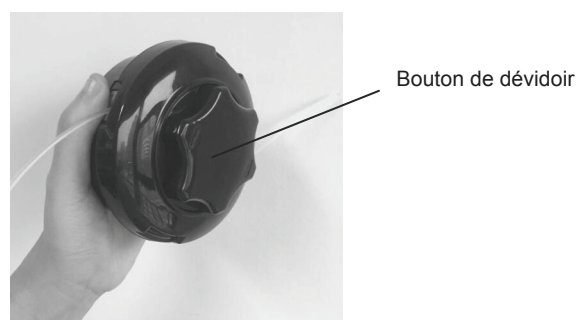

Fig. 3
- Tournez le bouton de dévidoir dans le sens horaire (voir les flèches sur le haut du bouton) jusqu'à tirer le fil à la longueur de coupe adéquate. (Voir la Fig. 3)